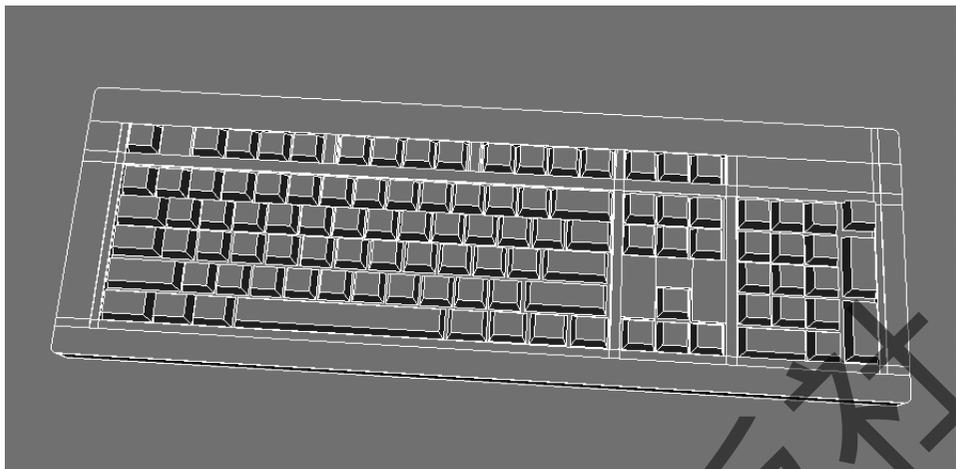

图 4-42 键盘效果图
Step 4: 按照以上方法将键盘的其他位置摆好, 最终完成效果图如图 4-42 所示。